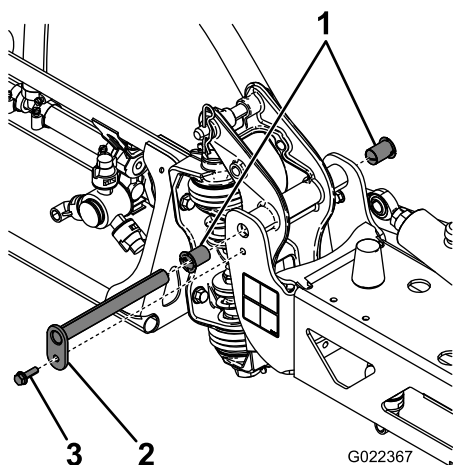

Figure 57
- Lorsque le poids de la rampe est supporté, retirez le boulon et l'écrou de fixation de l'axe de pivot à l'ensemble rampe (Figure 57).
4. Retirez le boulon et l'écrou qui fixent l'axe de pivot, et déposez celui-ci (Figure 57).
6. Déposez et examinez les bagues en nylon à l'avant et à l'arrière du support de pivot (Figure 57).
7. Appliquez une petite quantité d'huile sur les bagues en nylon et montez-les sur le support de pivot (Figure 57).
8. Montez l'ensemble rampe et support de pivot dans le bâti central en alignant les trous (Figure 57).